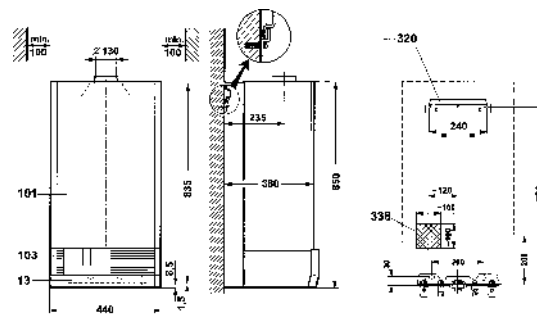

Рис. 6
- Подвесную планку монтировать согласно рис. 6.
Дальнейшие потребители не должны отвешиваться. Место подключения кабеля к сети и регулятору показано на рис. 6 (темное поле).